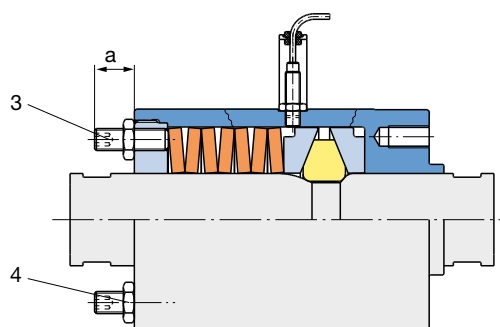

Fig. 4
Réglage des tailles 5 – 8 (fig. 4) :
L'écrou de réglage (2) possède 4 ou 6 vis sans tête (3). Une fois réglées à la cote „a“, les vis (3) sont bloquées par les contre-écrous (4) permettant d'éviter tout desserrage involontaire. Le diagramme de réglage met en évidence la relation entre la cote „a“, fig. 4 et la force de déclenchement.